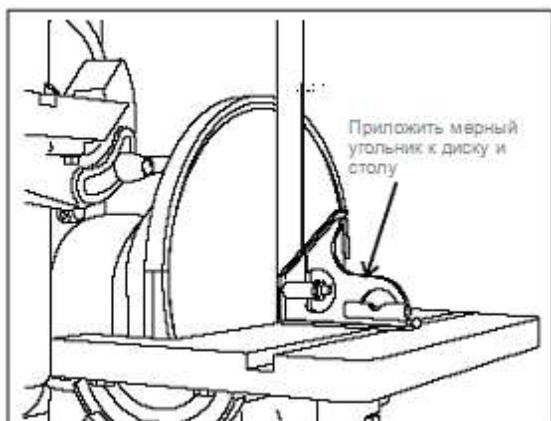

Рис. 15: Использование угольника для проверки угла.
3. Приложив угольник к столу и диску, выставить точный угол в 90° (Рис. 15).